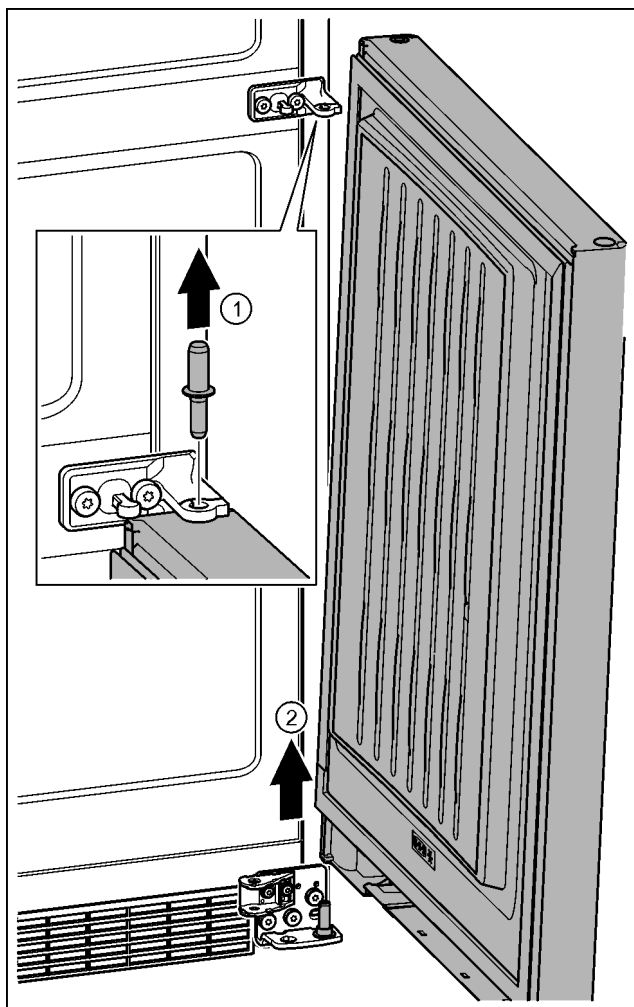

Fig. 22
- ▶ 向上拉出螺栓。 Fig. 22 (1)
- ▶ 向外旋转冰箱门，向上拉出后放在旁边。 Fig. 22 (2)